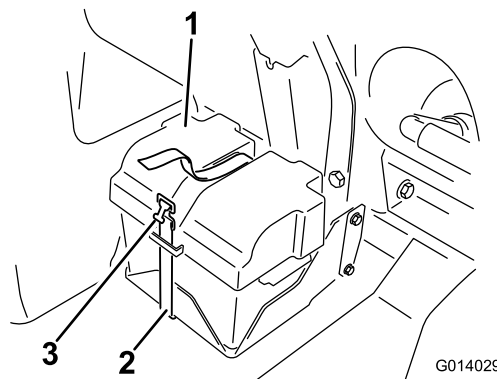

Figure 79
- Déposez le couvercle de la batterie et débranchez le câble de masse négatif (noir) de la borne de la batterie (Figure 79).
4. Posez le couvercle de la batterie et fixez-le avec la sangle retirée précédemment (Figure 79).